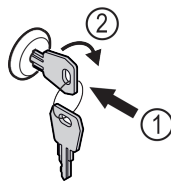

Fig. 174
- Inserire la chiave. Fig. 174 (1)
- Ruotare la chiave di 90° in senso orario. Fig. 174 (2)